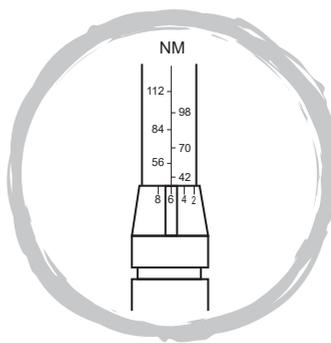

Abb. 2
- Drehen Sie den Rändelgriff im Uhrzeigersinn, bis die gewünschte Drehmomenteinstellung festgelegt ist (Abb. 2).